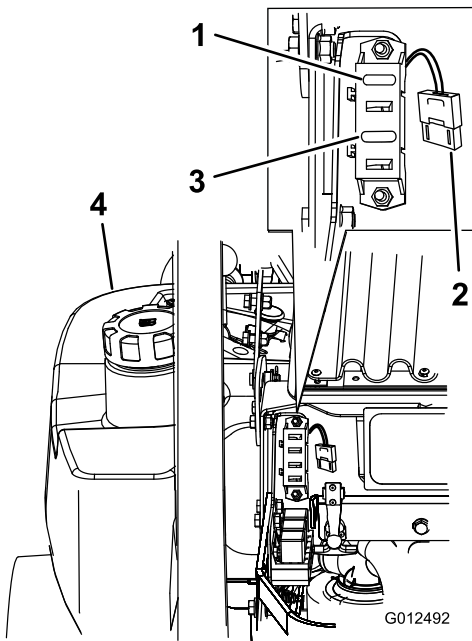

Figure 70
1. Déverrouillez et soulevez le capot pour accéder au porte-fusibles (Figure 70).
3. Remplacez le fusible (Figure 70).